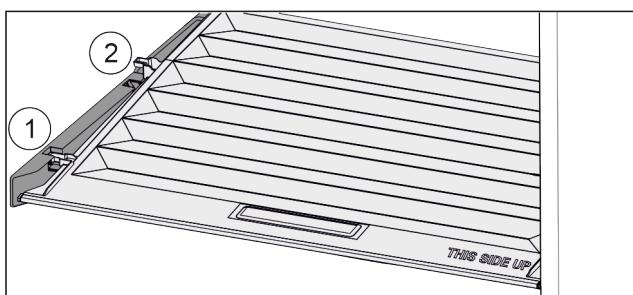

Fig. 71
- Издърпайте напред Fig. 71 (1) капака до отвора в задържащите части.
- Повдигнете го отзад отдолу и отстранете Fig. 71 (2) нагоре.